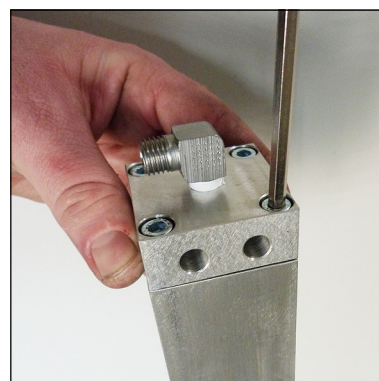

Abb. 2 - Befestigungsschrauben des Filterdeckels lösen
- Befestigungsschrauben des Filterdeckels lösen (Abb. 2).
- Filterdeckel aufsetzen, Befestigungsschrauben des Filterdeckels eindrehen und anziehen (Abb. 2).